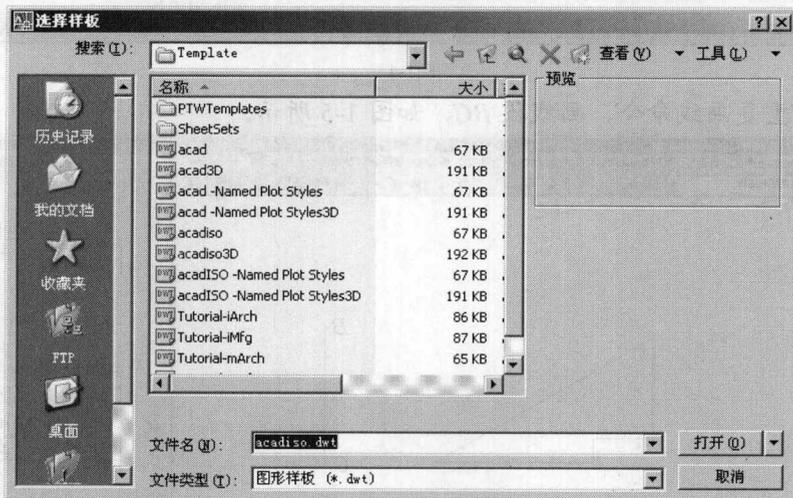

图1-3
2. 选取菜单命令【文件】/【新建】，打开【选择样板】对话框，如图 1-3 所示。该对话框中列出了用于创建新图形的样板文件，默认的样板文件是“acadiso.dwt”。单击 **打开(O)** 按钮，即根据选择的样板新建一个图形文件。此时，可以开始绘制新图形。